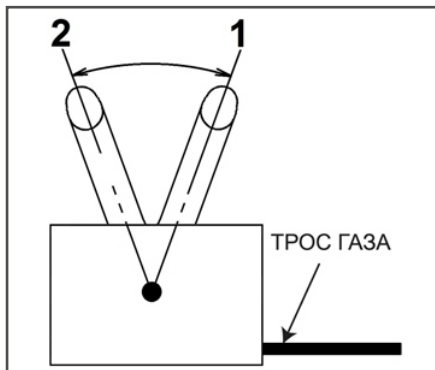

Рис. 16 Положения рычага газа
4. Переведите рычаг газа 5 (Рис. 1) на 1/3 хода в сторону положения максимальных оборотов двигателя (Рис. 16).
1. Переведите двигатель в режим холостого хода, для этого переведите рычаг газа в положение 2 холостых оборотов двигателя (Рис. 16) и дайте двигателю поработать примерно 1 минуту.
Для изменения скорости движения мотокультиватора на каждой передаче пользуйтесь рычагом газа (Рис. 16).